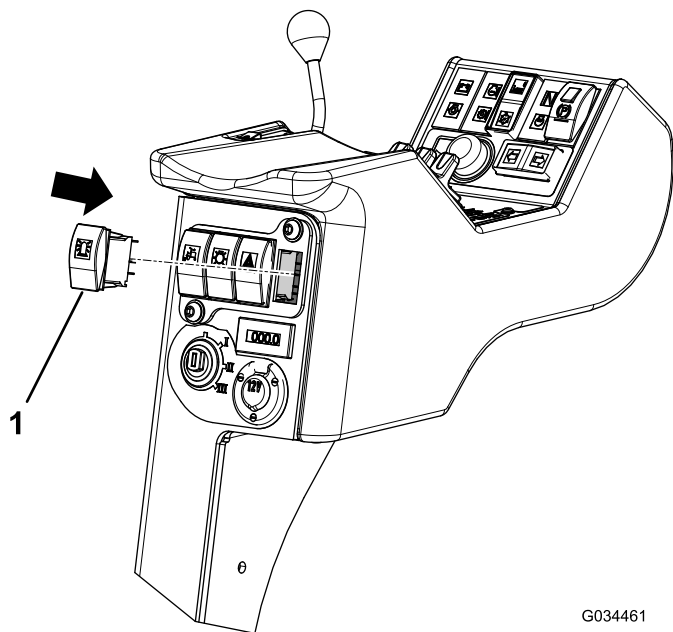

Bild 9
3. Drücken Sie den Schalter in den Ausschnitt, bis er einrastet (Bild 9).